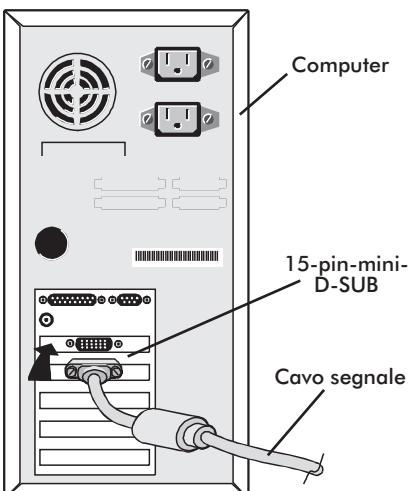
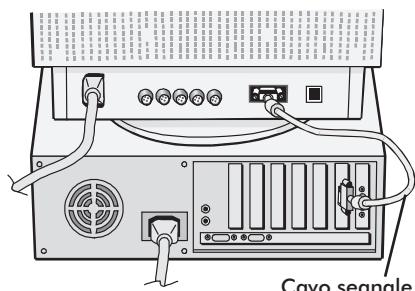

Figura A.1
Figura A.2
2. **Per PC:** collegate un'estremità del cavo del segnale D-SUB mini a 15 pin al connettore della scheda display nel vostro sistema (Figura A.1), e l'altra estremità al retro del monitor (Figura A.2). Avvitate bene tutte le viti. Procedere fino al punto 4.